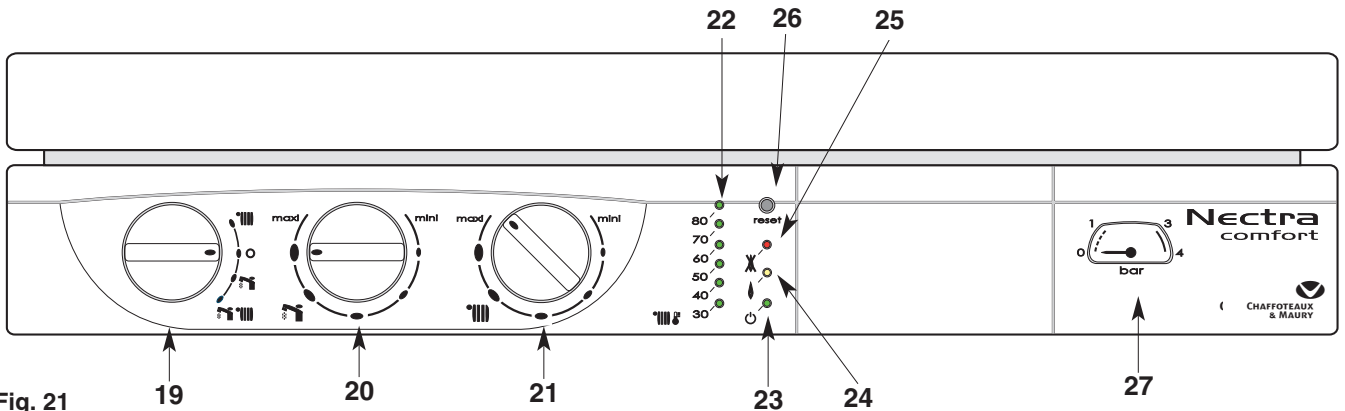

Fig. 21
### Bevelbord (fig. 21)
- Plaats de schakelaar **19** (fig. 21) op stand «   » groen lampje **23** brandt ; het oranje lampje **24** (fig. 21) brandt telkens de brander in werking treedt.
De regelknop van de verwarming **21** «  » (fig. 21) geeft U de mogelijkheid om de temperatuur van het water van de verwarmingskring aan te passen in functie van het seizoen.
De indicator **22** «  » (fig. 21) geeft deze temperatuur aan.
- Zet de schakelaar **19** op « **O** » het groene controlelampe **23** (fig. 21) blijft branden. De vorstvrij-functie van de ketel blijft actief.
*Niet vergeten deze terug te openen bij het begin van het verwarmingsseizoen, wanneer men de schakelaar **19** (fig. 21) op stand «   » plaatst.*